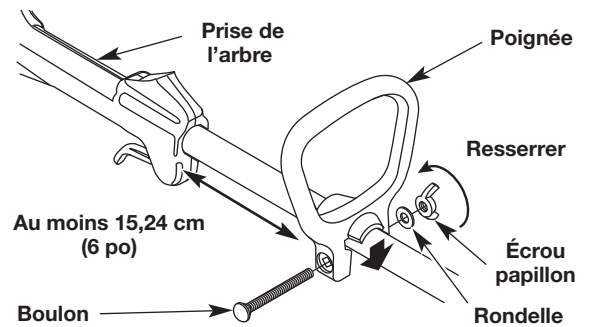

Fig. 3
1. Enfoncez la poignée sur le boîtier de l'arbre (Fig. 3). Le trou pour boulon à tête carrée dans la poignée devrait se trouver à droite.
2. Insérez le boulon dans le trou pour boulon à tête carrée et enfoncez-le complètement pour qu'il ressorte (Fig. 3). Placez la rondelle sur le boulon. Vissez l'écrou papillon sur le boulon, mais ne le serrez pas complètement.
3. Tout en maintenant l'appareil en position d'utilisation (Fig. 10), déplacez la poignée pour la positionner de manière à avoir la meilleure prise possible. Placez-la à une distance d'au moins 15,24 cm (6 po) de l'extrémité de la prise de l'arbre (Fig. 3).
1. Desserrez l'écrou papillon (Fig. 3).
2. Tout en maintenant l'appareil en position d'utilisation (Fig. 10), déplacez la poignée pour la positionner de manière à avoir la meilleure prise possible. Placez-la à une distance d'au moins 15,24 cm (6 po) de l'extrémité de la prise de l'arbre (Fig. 3).